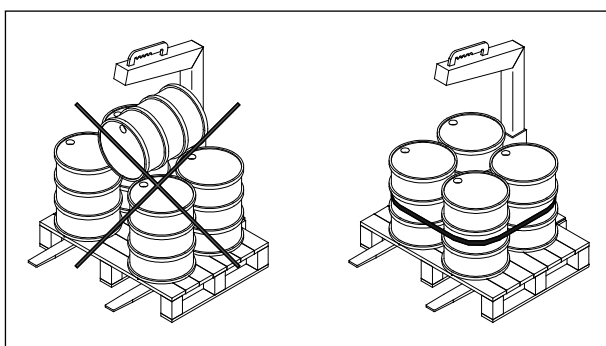

Figura 7. Sujeción de cargas
- Asegurar la carga. Ver figura 7.